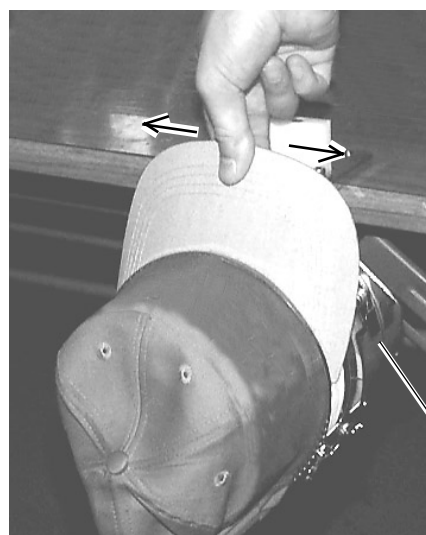

Рис. 2
Если зажим головного убора слишком слабый, даже после закрытия, значит головной убор не закреплен надежно и он двигается. (Рис. 2)
3. Как показано на Рис. 2, откройте зажим головного убора и держите открытым слева